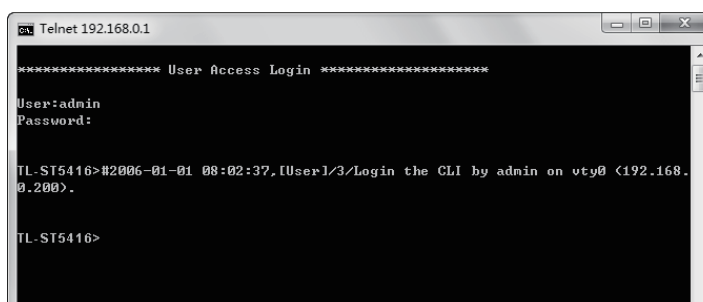

图4-7 登录交换机
4. 输入enable后回车以进入特权模式，如图4-7所示。